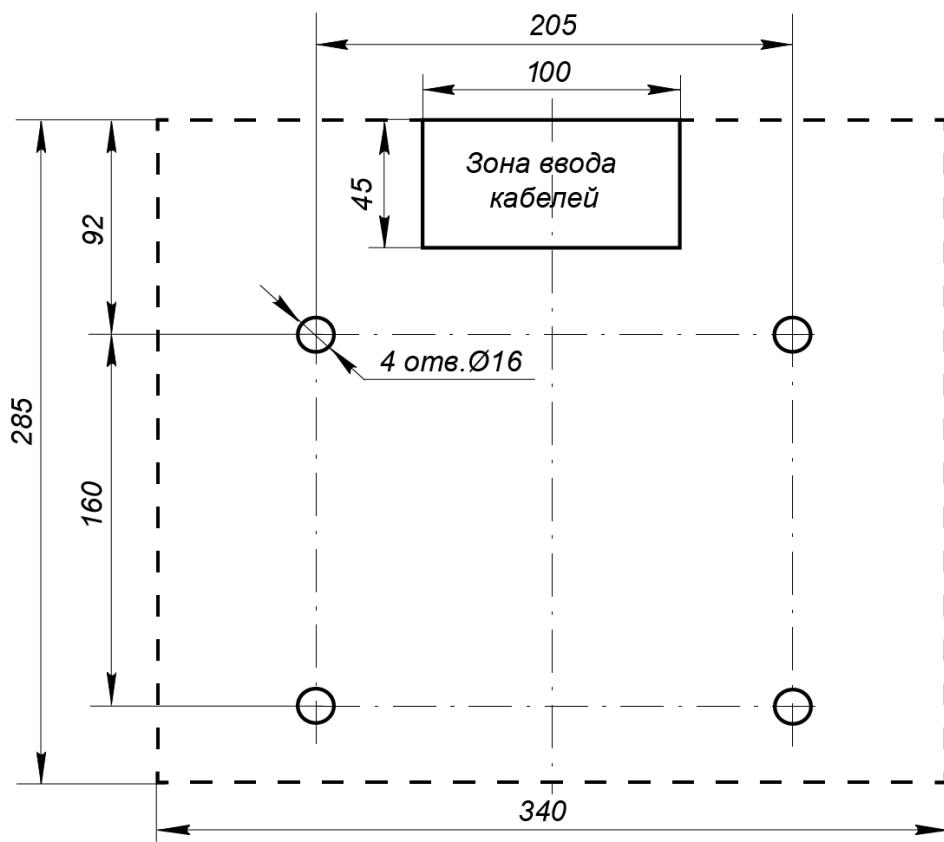
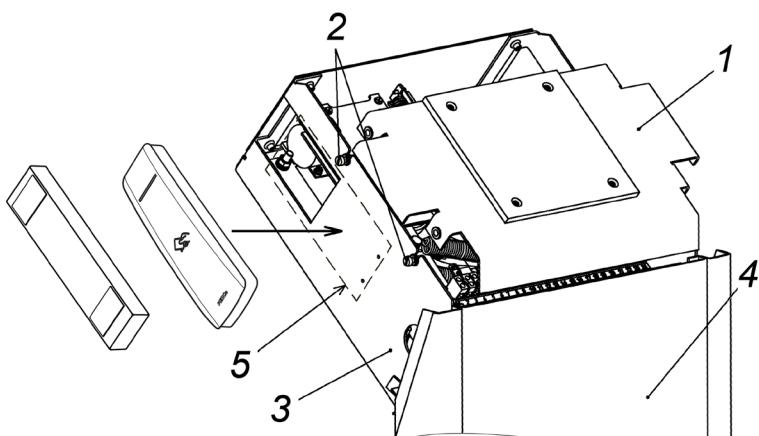

Рисунок 12. Разметка отверстий в полу под крепление стойки турникета (пунктиром показаны габариты основания)¹
Рисунок 13. Вид турникета без крышки, места установки считывателей
2. В соответствии со схемой, приведенной на рис. 12, произведите разметку и разделку отверстий в полу под гильзы анкеров (15) для крепления стойки турникета.
- Произведите монтаж источника питания турникета (9) на отведенное для него место в соответствии с инструкцией в имеющейся на него эксплуатационной документации.
- При необходимости прокладки кабелей под поверхностью пола подготовьте в полу кабельный канал к зоне ввода кабелей в стойку турникета. Расположение зоны ввода кабелей указано на схеме рис. 12.
- Установите гильзы анкеров (15) в выполненные в полу отверстия так, чтобы они не выступали над поверхностью пола.
- Снимите крышку турникета (2). Порядок снятия крышки см. в разд. 6.
- Снимите усиливающую пластину (1, рис. 13). Для этого предварительно ослабьте отверткой шлицевой четырьре винта крепления пластины (2, рис. 13).
- Снимите заднюю стенку турникета (4, рис. 13). Для этого смещайте ее вверх вдоль стойки турникета, до тех пор, пока она не выйдет из зацепления со стойкой. Задняя стенка снабжена двумя парами зацепов, расположенными в ее верхней и нижней частях.
14. Подключите кабель питания (11) от источника питания турникета к выносной клеммной колодке **XS1**.
16. При необходимости произведите установку считывателей карт доступа на предусмотренные для этого места на стойке (5, рис. 13).
3. Проверьте надежность крепления преграждающих планок (3) к маховику и при необходимости подтяните установочные винты крепления преграждающих планок (3).
- Снимите крышку турникета (2) с блоками индикации согласно разд. 6.
- Снимите усиливающую пластину (см. рис. 13). Для этого предварительно ослабьте отверткой шлицевой 4 винта крепления пластины.